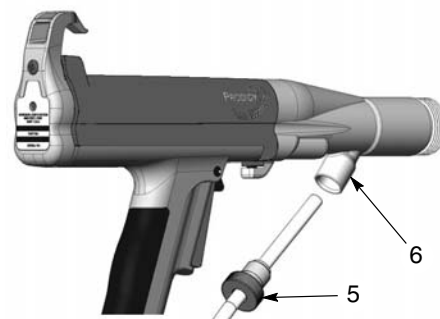

Figura 18 Remoção do dispositivo de bloqueio e do tubo de pó
4. Consulte a figura 18. Desenrosque o dispositivo de bloqueio (5) do adaptador da pistola (6).